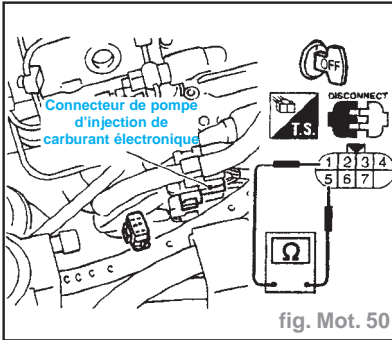

fig. Mot. 50
- Vérifier la résistance comme indiqué sur la figure (fig. Mot. 50).